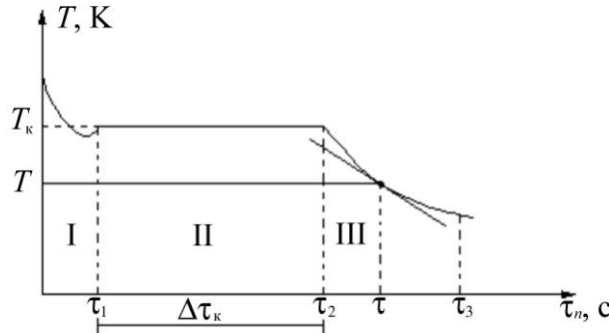

Рис. 2
Следовательно, для определения удельной теплоты кристаллизации λ_k олова и изменения его энтропии ΔS в этом процессе необходимо измерить T_k , $\Delta\tau_k$ и вычислить производную $\frac{dT}{d\tau}$ функции $T = f(\tau)$ в произвольной точке, соответствующей температуре T твердого олова в процессе его охлаждения. Производная $\frac{dT}{d\tau}$ находится из графика (рис. 2), построенного по результатам эксперимента (кривая охлаждения – область III).
6. Включить секундомер и через каждые 15 – 20 секунд снимать показания милливольтметра, фиксирующего термоэдс, пропорциональную разности температур олова и окружающей среды $Q = T - T_{cp}$. Измерения продолжать до тех пор, пока не будут пройдены три области процесса охлаждения (рис. 2):